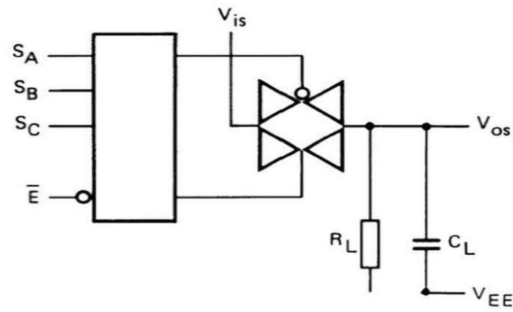

图 1
1. RL=10KΩ 到 VEE; CL=50pF 到 VEE; E=VSS; Vis=VDD (方波); 如图 1 所示
2. RL=10KΩ; CL=50pF 到 VEE; E=VSS; Sn=VDD (方波); Vis=VDD 和 RL 到 VEE 用来测量 tPLH; Vis=VEE 和 RL 到 VDD 用来测量 tPHL; 如图 1 所示
3. RL=10KΩ; CL=50pF 到 VEE; E=VDD (方波); Vis=VDD 和 RL 到 VEE 用来测量 tPHZ 和 tPZH; Vis=VEE 和 RL 到 VDD 用来测量 tPLZ 和 tPZL; 如图 1 所示
6. $R_L=10K\Omega$ 到 V_{EE} ; $C_L=15pF$ 到 V_{EE} ; E 或 $S_n=V_{DD}$ (方波); 干扰是 $|V_{os}|$ (峰值); 如图 1 所示